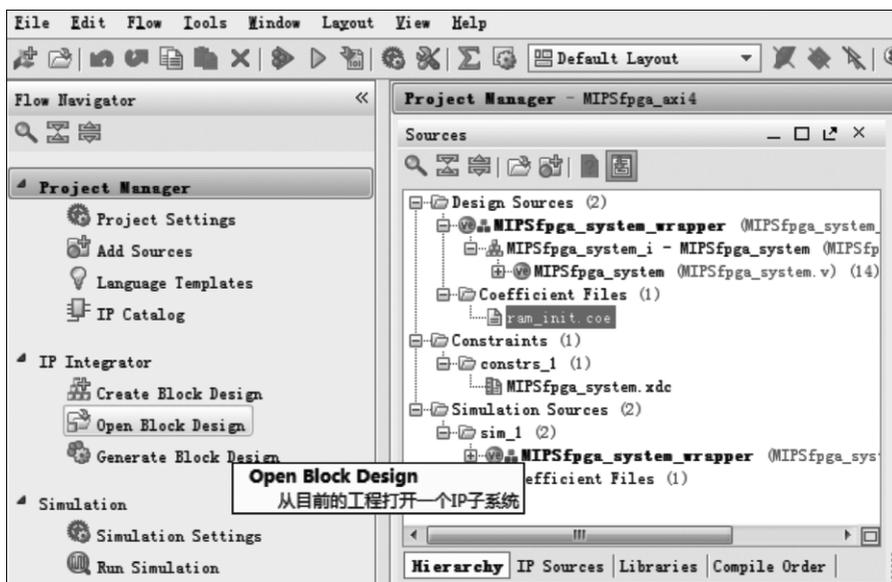

图 3-17 选择 Open Block Design 打开工程
(1) 在 Vivado 的 Project Manager 下选择 Open Block Design, 打开 MIPSfpga\_CustomIP 工程, 如图 3-17 所示。